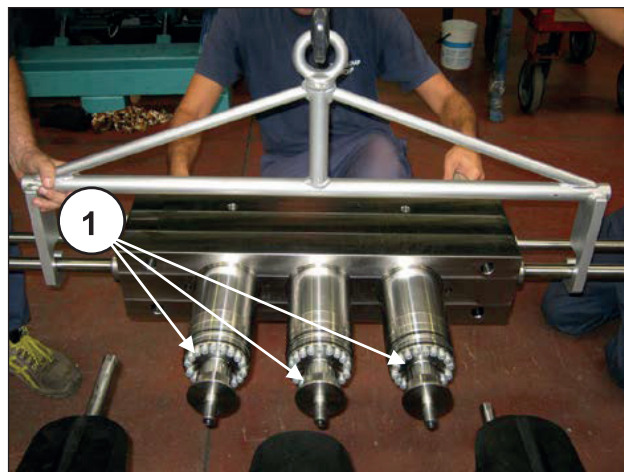
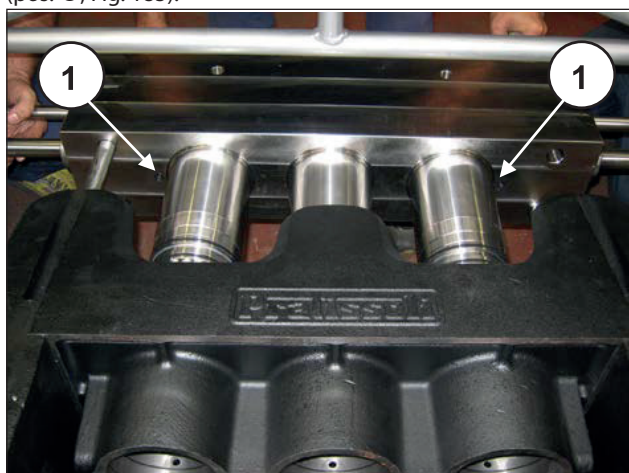

Fig. 185
Fig. 184
Para remontar os diferentes elementos, inverta as operações listadas acima, prestando especial atenção à inserção do cabeçote sobre o espaçador do cabeçote fixado no cárter, tomando cuidado para não deixar cair os anéis circulares na plataforma de apoio dos cabeçotes (pos. ①, Fig. 184). O cabeçote é remontado com os pistões inseridos nas camisas (pos. ①, Fig. 185).